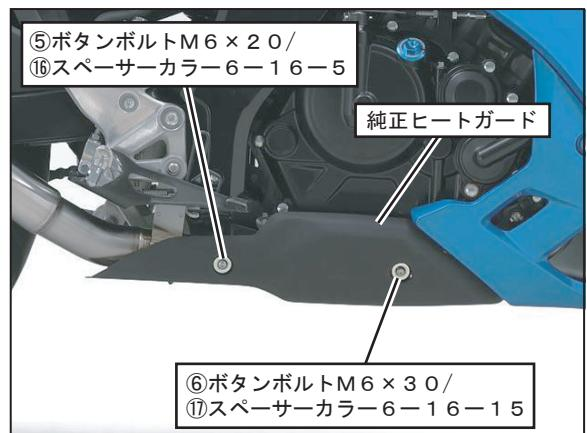

FIG. 17
17. ヒートガードをサイドカウルに合わせて位置を調整し、仮締めしたボルト、バンドを規定トルクで締め付けて下さい。 (FIG. 17 参照)